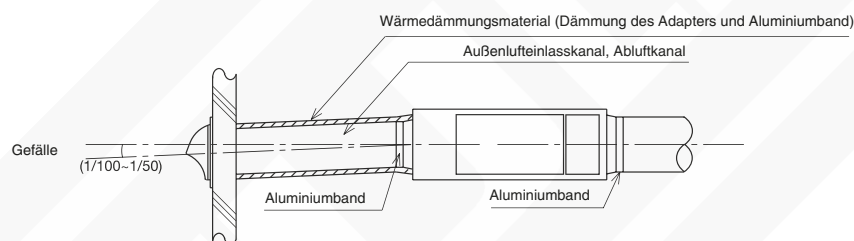

Fig. 2
- Zwei Außenkanäle so installieren, dass sie ein Gefälle nach außen aufweisen, um zu verhindern, dass Wasser eintritt. (Gefälle: 1/100~1/50) (Abb. 2)
- Die beiden Außenkanäle grundsätzlich mit einer Wärmedämmung versehen (einschließlich Außenluft- und Abluftkanal), um Taubildung zu verhindern. (Material: Glaswolle, Stärke 25 mm) (Abb. 2)